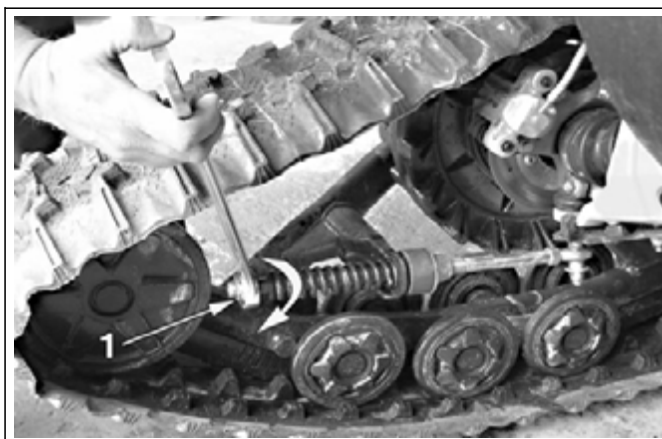
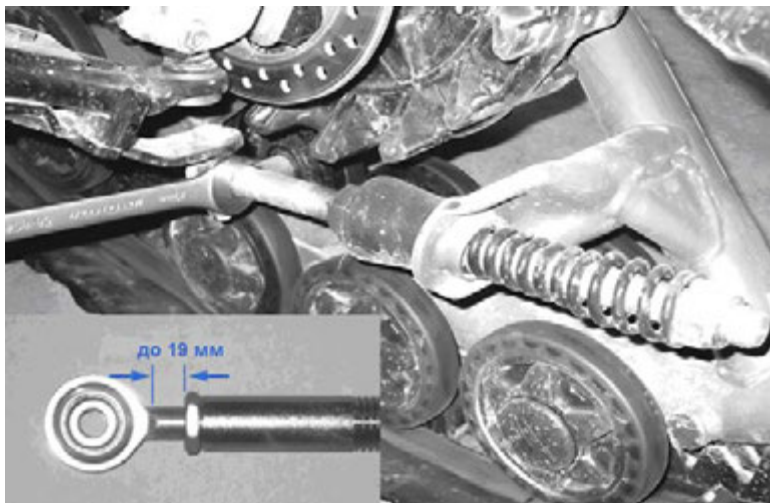

Рис. 6. Сжатие пружины
Рис.7
- Повернуть гайку (поз.1) до вхождения в контакт с пружиной, после чего сжать пружину поворотом гайки на полтора оборота (как на рис. 6).
*НА ЗАМЕТКУ: В тех редких случаях, когда движение гайки (поз.1 на Рис. 6), сжимающей пружину, происходит у самого конца резьбовой части выравнивающей штанги, можно удлинить резьбовую часть, ослабив зажимную гайку (см. Рис. 7) и согнав её на конец штанги, что позволит получить ещё до 19 мм резьбы. После завершения операции зажимную гайку нужно надёжно затянуть.*